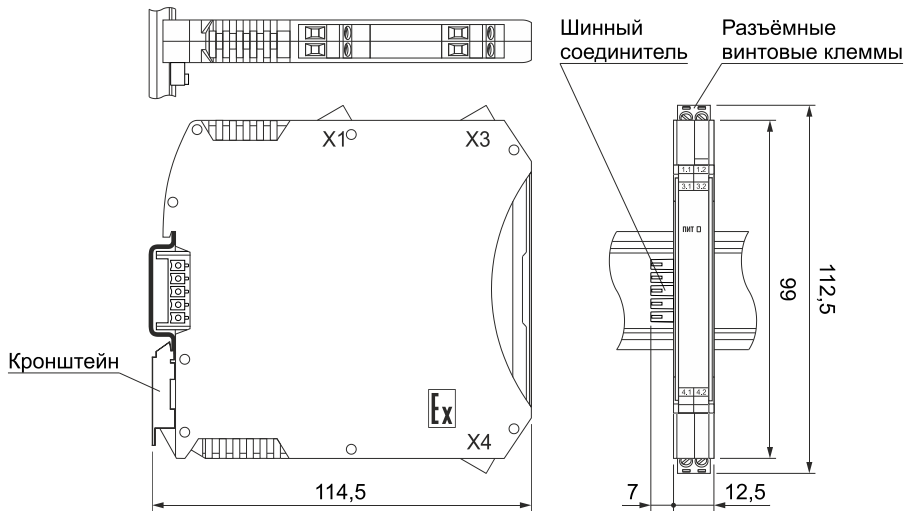

Рисунок 6.1 – Габаритные размеры барьера КА5131Ех–NN
6.3.1 Электрические соединения осуществляются с помощью розеток к клеммным соединителям X1, X2, X3, X4 и X5. Размещение клеммных соединителей показано на рис.6.1. Розетки рассчитаны на подключение проводников с сечением не более 2,5 мм2.